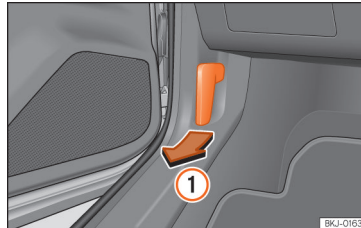

Abb. 169 Entriegelungshebel im Fahrerfußraum.
- Öffnen Sie die Tür und ziehen Sie an dem Hebel unterhalb der Instrumententafel >>> **(Abb. 169) ①**.